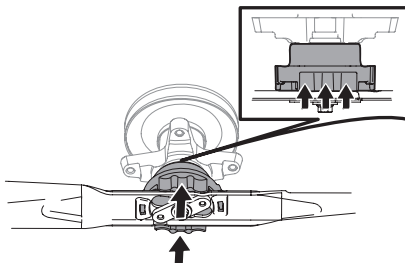

Figura 1
3. Empuje hacia arriba sobre el collarín de la cuchilla y sosténgalo. Consulte la Figura 1.